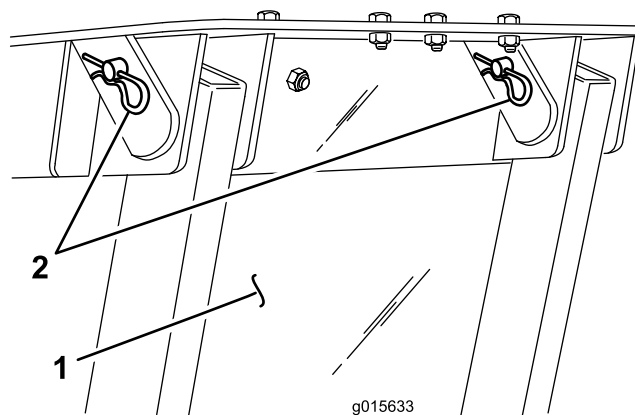

Figura 20
4. Prenda o depósito de recolha à estrutura com 2 pinos de montagem soldados e contrapinos tipo grampo (Figura 20).
3. Faça deslizar o conjunto do depósito de recolha (cobertura do depósito de recolha para trás) para a estrutura lateral enquanto alinha os orifícios de montagem no depósito com os orifícios na estrutura (Figura 20).